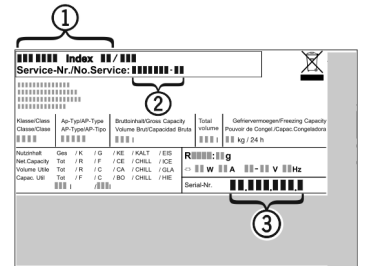

Fig. 13
- Prietaiso pavadinimas Fig. 13 (1), techninio aptarnavimo Nr. Fig. 13 (2) ir serijos Nr. Fig. 13 (3) užrašyti duomenų skydelyje. Duomenų skydelis yra prietaiso viduje, kairiajame šone.
- Susiekite su techninio aptarnavimo skyriumi ir praneškite apie gedimą, taip pat pasakykite prietaiso pavadinimą Fig. 13 (1), techninio aptarnavimo Nr. Fig. 13 (2) ir serijos Nr. Fig. 13 (3).